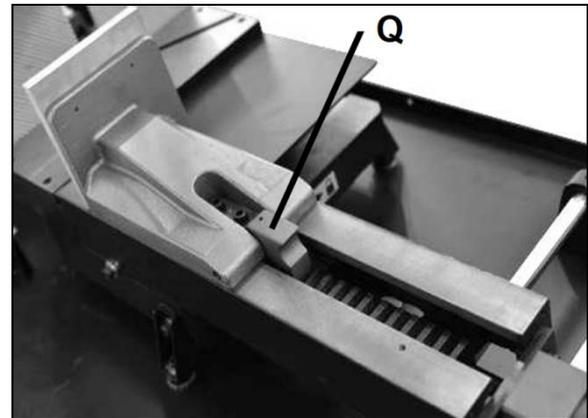

Abb. 7-5: Spannstock-Sperrklinke und Zahnstange
- Zum Öffnen des Spannstocks mittels des Hydraulikzylinders den Schalter (L) betätigen.
- Die Spannstocksperrklinke (Q, Abb. 7-5) aben und lösen. Den Spannstock von Hand öffnen.